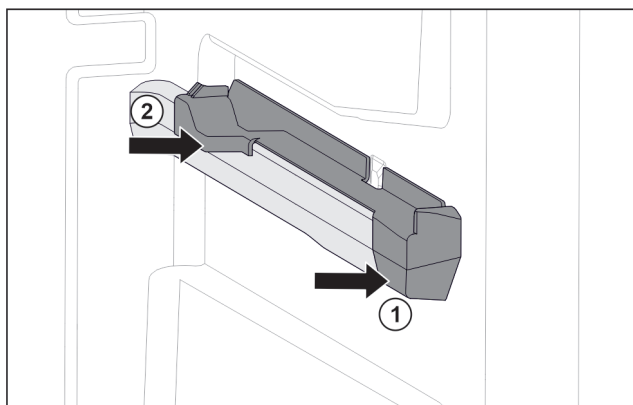

Fig. 62 Вставная часть на правом контейнерном ребре
- ▶ Наденьте вставную часть спереди на контейнерное ребро. Fig. 62 (1)
- ▶ Нажмите на вставную часть сзади. Fig. 62 (2)